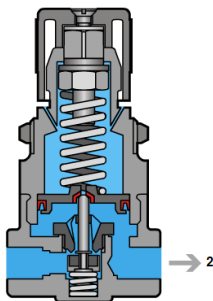

Fig. 4
Een traditioneel drukregelventiel (Fig.4) houdt de druk aan de uitgang (2) constant door ervoor te zorgen dat de kracht die deze druk uitoefent op een membraan of klep gelijk blijft aan een ingestelde veerkracht. (detailbeschrijving werking, zie: "Dossier Luchtverzorging")